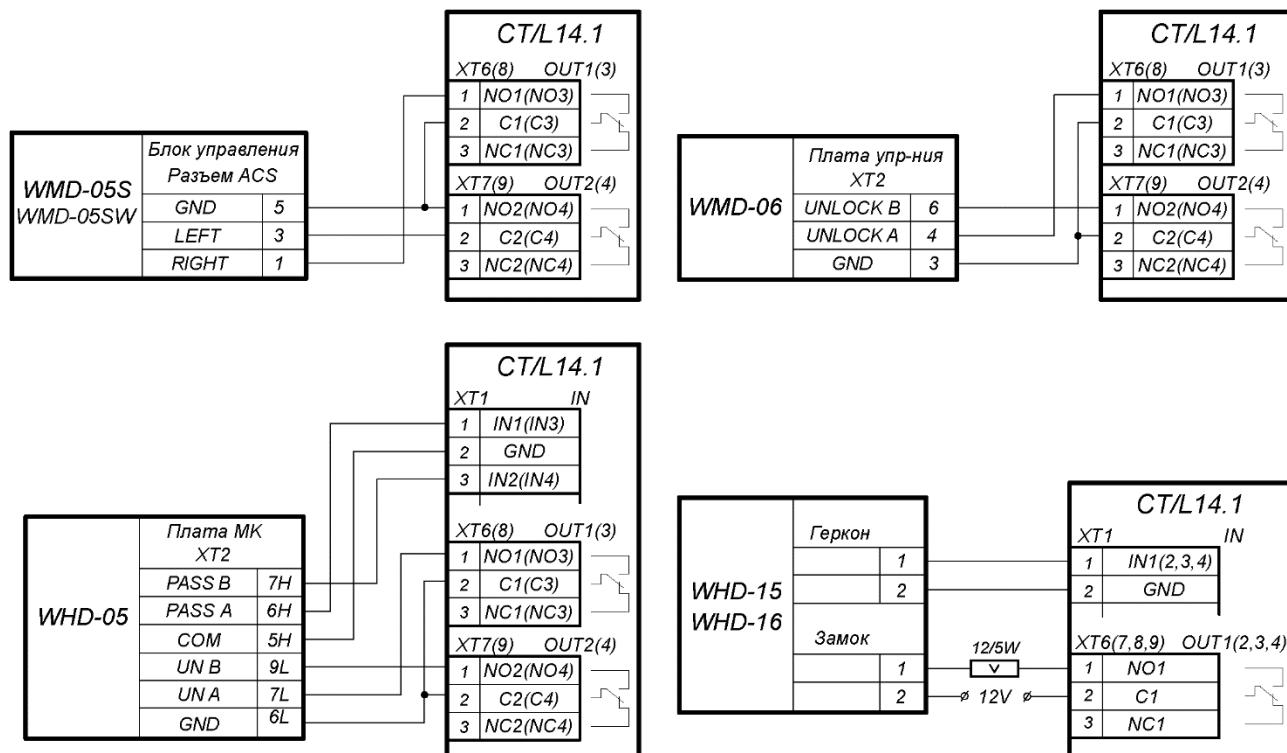

Рисунок 8. Схемы подключений калиток
- Калитка (блок управления калиткой) №1 подключается к клеммным колодкам **XT1**, **XT6**, **XT7** нижней платы контроллера в соответствии со схемой для данного типа калитки (см. рис. 8Рисунок 8).
- Калитка (блок управления калиткой) №2 подключается к клеммным колодкам **XT1**, **XT8**, **XT9** нижней платы контроллера в соответствии со схемой для данного типа калитки (см. рис. 8).